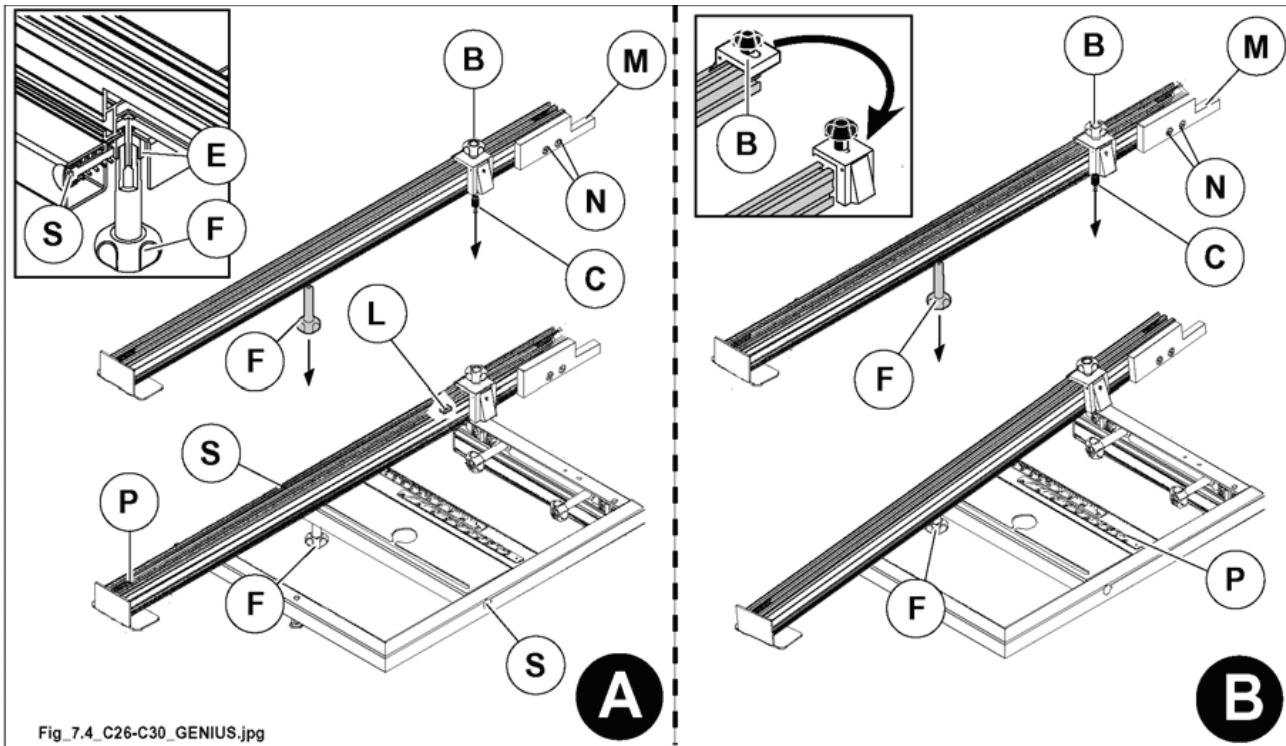

Рис. 7.4
- Расположить линейку, переместив штырь С (рис. 7.4) вплотную к планке L (рис. 7.4). Положение планки L (рис. 7.4) было отрегулировано на заводе-изготовителе. Планка служит для быстрой установки линейки на правильном расстоянии от пилы (только в положении 90°).
- Расположить линейку, переместив штырь Е (рис. 7.4) вплотную к приспособлению S (рис. 7.4).
- Затянуть барабашковый фиксатор F (рис. 7.4).
- Для работы переместить линейку в требуемое положение, ориентируясь по шкале Р (рис. 7.4).
Когда противоскольжения пластина M (рис. 7.4) износится, ее следует приблизить к пиле, ослабив пару винтов N (рис. 7.4).
Линейка снабжена упорами В (рис. 7.4). Их можно легко переставлять между двумя возможными рабочими положениями: положение для базирования заготовки по переднему краю или по заднему краю. Для этого следует снять упоры с линейки и надеть их обратной стороной.